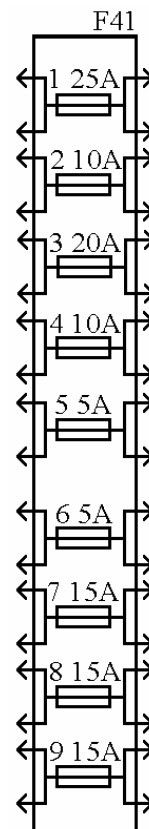

Рис. 12. Блок предохранителей в салоне левый.
4.6.1. Проверить предохранители 2 и 4 (10 А) блока предохранителей F41 в салоне левый (рис.12), сняв боковую левую накладку панели приборов по ТИ 37.102.25199.20069 (см. КД 37.102.01199.00039).
4.7.1. Проверить предохранители 2 и 4 (10 А) блока предохранителей F41 в салоне левый (рис.12), сняв боковую левую накладку панели приборов по ТИ 37.102.25199.20069 (см. КД 37.102.01199.00039).
4.9.3.3. К штекерам соединительной колодки переключателя подключить питание от аккумуляторной батареи и электролампы, как показано на рис. 12.
4.14.1. Проверить предохранители 8 и 9 (15 А) (рис.12) блока предохранителей в салоне левого F41, сняв боковую левую накладку панели приборов по ТИ 37.102.25199.20069 (см. КД 37.102.01199.00039).